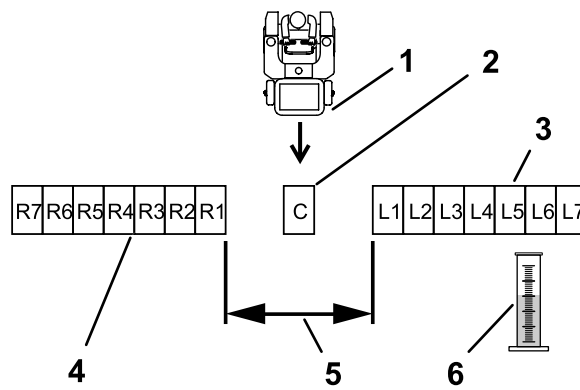

Figure 31
3. Placez les autres bacs en ligne droite, comme montré à la Figure 30 ou la Figure 31.
Disposez six autres bacs côte-à-côte de chaque côté (Figure 31).
8. Étiquetez chaque éprouvette de dosage en fonction du bac correspondant (par exemple L2, L1, Central, R1, R2) (voir Figure 30 et Figure 31).